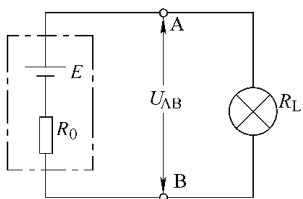

图 1.11 电池给灯泡供电的电路
**图 1.11 恒压源** 用电池给灯泡供电的电路可用图 1.11 来表示。前面介绍过  $U_{AB} = E - I R_0$ ，如果电源内阻  $R_0$  越小，则  $U_{AB}$  越接近  $E$ 。电源电动势通常是恒定值，则电源端电压就是某一恒定值。因为电源内阻  $R_0$  不可能为零，所以称它为理想恒压源。引入理想恒压源的概念，对分析电路是很有用的。当电源内阻  $R_0$  远小于负载电阻  $R_L$  时，电路负载电流变化很小，电源端电压基本保持不变，这时电源就可以看成是一个恒压源。